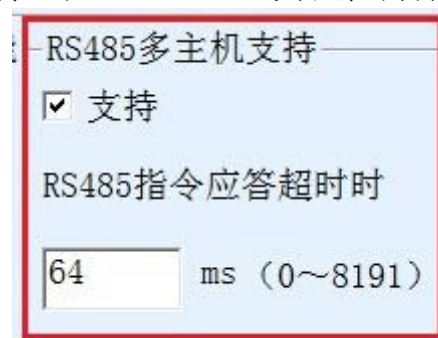

图 33 RS485 多主机支持
如图 33 所示的“RS485 多主机支持”和“RS485 总线冲突检测功能”就是卓岚的多主机功能。它们一般是同时启用和同时禁用的。启用后让转化协议为 Modbus TCP 的设备具有存储型 Modbus 网关功能，否则为非存储型 Modbus 网关；如果转化协议为无，一般可以让用户自定义的 RS485 协议也具有多个主机同时访问的串口设备的功能，这在纯粹的 RS485 网络中是无法实现的，因为多个主站同时发送会在 RS485 总线上产生冲突。卓岚串口服务器的多主机可以对 RS485 总线进行“协调”从而达到多主机访问的目的。
2. 图 33 所示为“RS485 指令应答超时时间”，一般根据来回应答的指令长度决定，如果发送指令为 N 字节，应答为 M 字节，那么建议设置的值为：“数据包间隔” \times (N+M+5) +100。